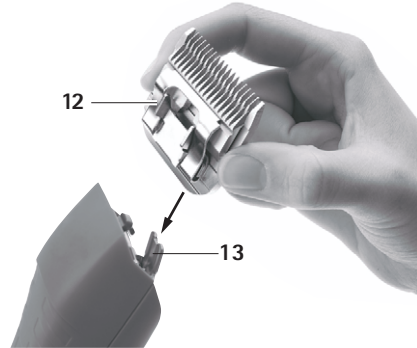

Abb. 2
- Scherkopf 12 auf geöffnetes Messerscharnier 13 stecken, siehe Abb. 2.
- Scherkopf 12 leicht in Richtung Schermaschine FAV5 CL/FORTIS drücken, siehe Abb. 2. Scherkopf 12 rastet hörbar ein.